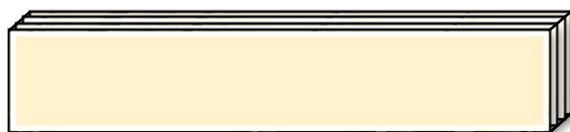

Figura 2: Exemplo de composição de barra de palitos
- As pontes deverão ser construídas com barras que possuam seções transversais, **sem limite máximo de palitos de picolé**, conforme a figura 2.